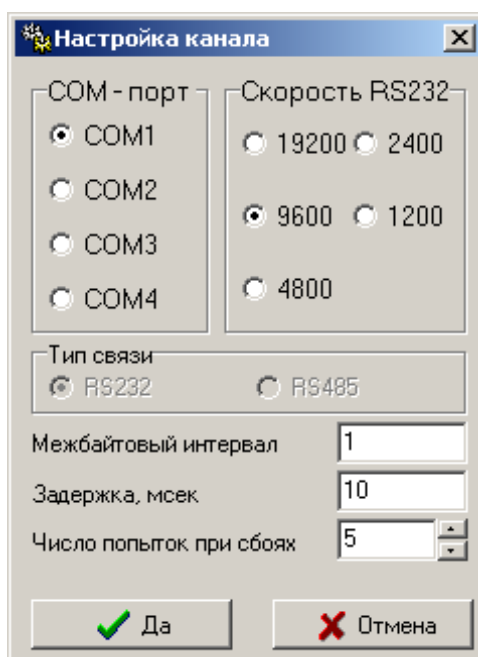

Рис.6. Вид окна «Настройка канала».
- 2.4.1.5. Параметры связи ПК с КПИ задают в окне **Настройка канала** (рис.6), раскрывающегося после активизации кнопки **Параметры**, расположенной под таблицей **Состав комплекса**.
- 2.4.1.7. Параметры связи поверяемого прибора, в случае его подключения к КПИ или ПК по RS-интерфейсу, задаются в окне **Настройка канала** (рис.6). Окно раскрывается после активизации кнопки **Параметры**, расположенной в области **Поверяемый прибор**.